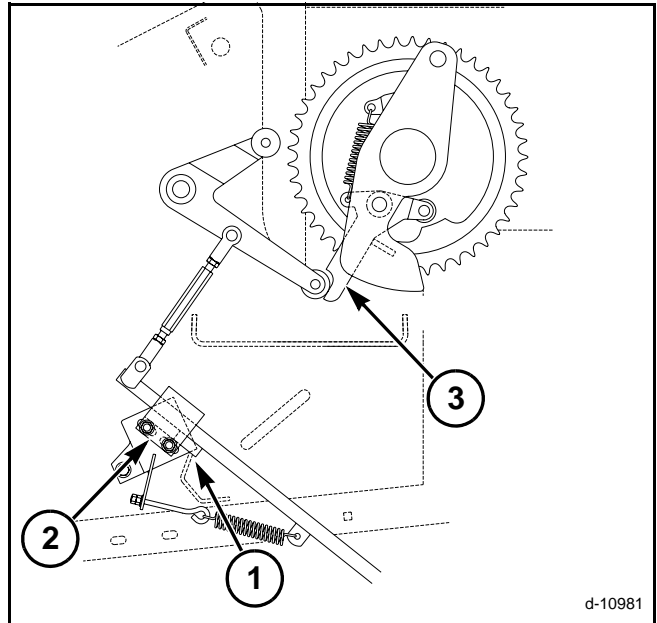

FIG. 21
FIG. 21: La puerta del sensor del dispositivo de llenado está cerca de la parte inferior de la cámara de carga. La configuración del brazo de desplazamiento (1) y del tope del brazo determinan el tamaño de la carga. Cuando la puerta del sensor se mueve hacia abajo debido a la fuerza que ejerce la cosecha que está entrando a la cámara de carga, el varillaje del embrague del dispositivo de llenado es desplazado. El brazo de trinquete del embrague (3) conecta el embrague para poner en movimiento las uñetas del dispositivo de llenado y las uñetas de sujeción de carga.